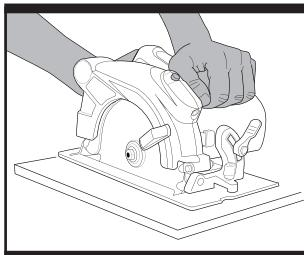

Fig. 1
2. HAND GRIP POSITION (Fig. 1)